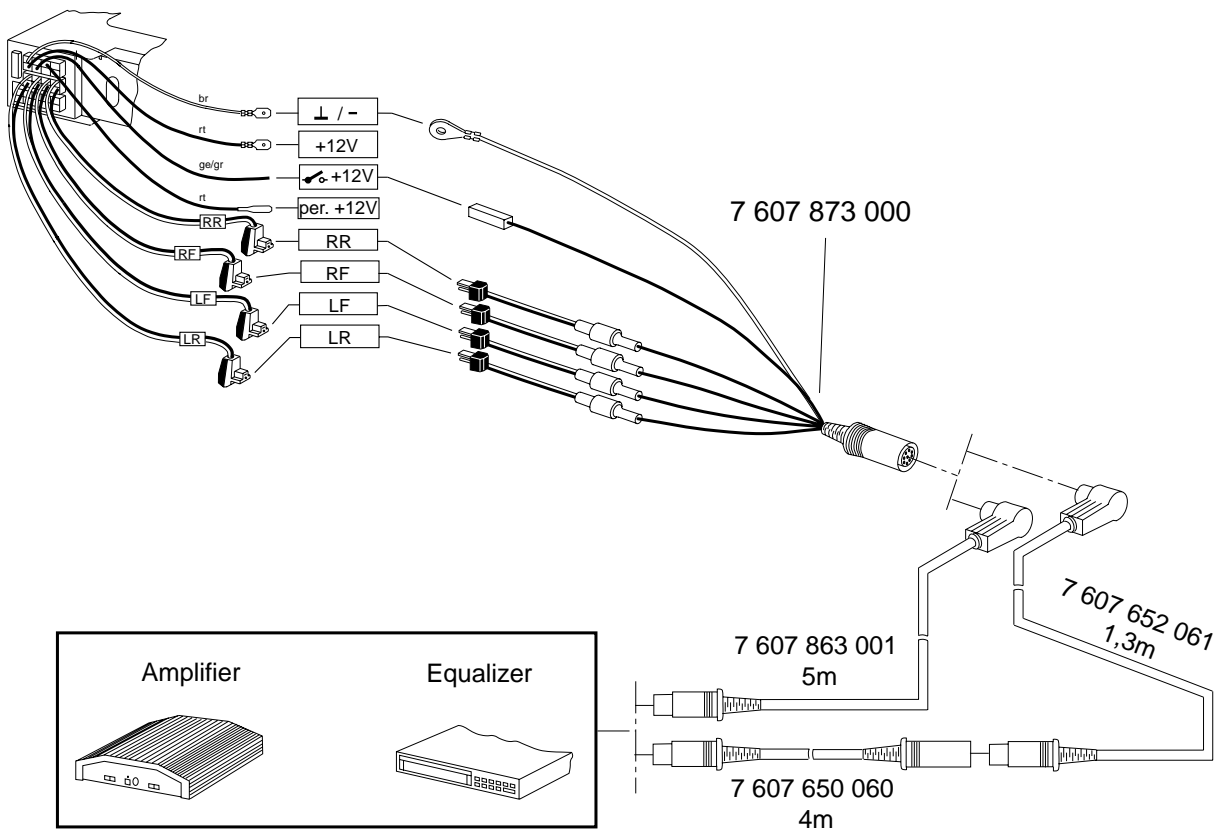

Fig. 10
- Equalizer- und Amplifieranschluß Fig. 10
Connection of equalizer and amplifier fig. 10
Raccordement de l'égaliseur et de l'amplificateur fig. 10